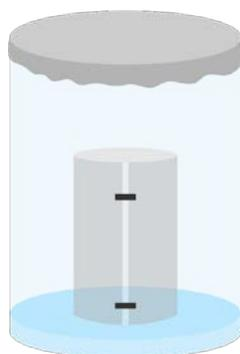

Figura 11. Representação da montagem experimental da cromatografia em papel.
Na cromatografia em papel se marca no papel com um lápis o ponto de partida da amostra a ser aplicada. Posteriormente o papel é colocado em um béquer fechado (cuba cromatográfica), com solvente suficiente para molhar apenas a parte inferior do papel, não tocando a amostra, conforme a Figura 11.
3. Enrole o papel na forma de um cilindro e coloque grampos para manter a forma de cilindro, deixando um pequeno espaço ( $\pm 1$  mm) entre as duas extremidades de forma a não se tocarem (Figura 11).